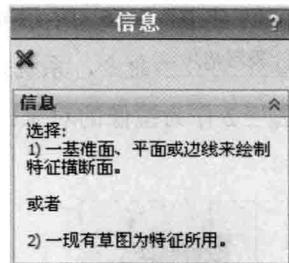
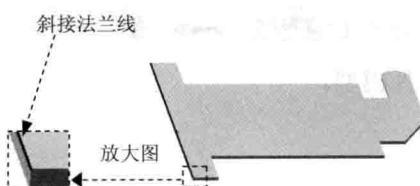

图 1.9 “信息”对话框
图 1.10 斜接法兰线
**钣金(O)** → **斜接法兰(M)**...命令(或单击“钣金”工具栏上的“斜接法兰”按钮), 系统弹出图 1.9 所示的“信息”对话框。在模型中选取图 1.10 所示的边线为斜接法兰线 (“信息”对话框自动消失), 系统自动生成基准平面 1, 并进入草图环境; 在草图环境中绘制图 1.11 所示的横断面草图, 选择下拉菜单 **插入(I)** → **退出草图** 命令, 退出草图环境, 系统弹出图 1.12 所示的“斜接法兰 1”对话框; 在 **法兰位置(N)** 区域中单击“折弯在外”按钮, 其他采用默认设置值, 在 **启动/结束处等距(O)** 区域的 **文本框** 中输入值 3.00mm, 在 **文本框** 中输入值 3.00mm, 其他采用默认设置值; 单击 **按钮**, 完成斜接法兰 1 的创建。